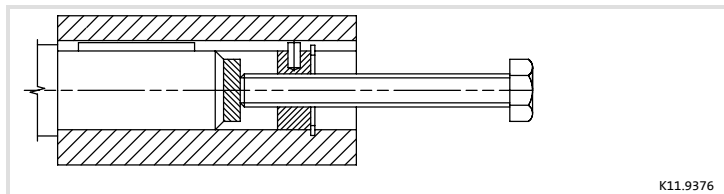

Fig. 8 Dispositif de démontage pour poulies variables à ressorts de type 11.213.10 sans bride
Les poulies variables réglables de tailles 10 - 31 sont retirées à l'aide d'un dispositif de démontage (Fig. 8).
Au préalable, retirer la vis d'arrêt (1) et la rondelle (4) (Fig. 8).